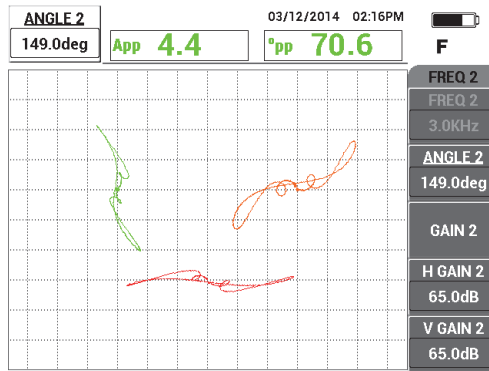

Abbildung 5-141 Einstellen des Winkels des Signals von FREQ 2 auf dem Hilfsring
8. Drücken Sie zweimal die Direktzugriffstaste ANGLE () und stellen Sie dann den Winkel des Signals für den Hilfsring von Frequenz 2 (rot) ein, so dass er fast horizontal ausgerichtet ist (siehe Abbildung 5-141 auf Seite 243).